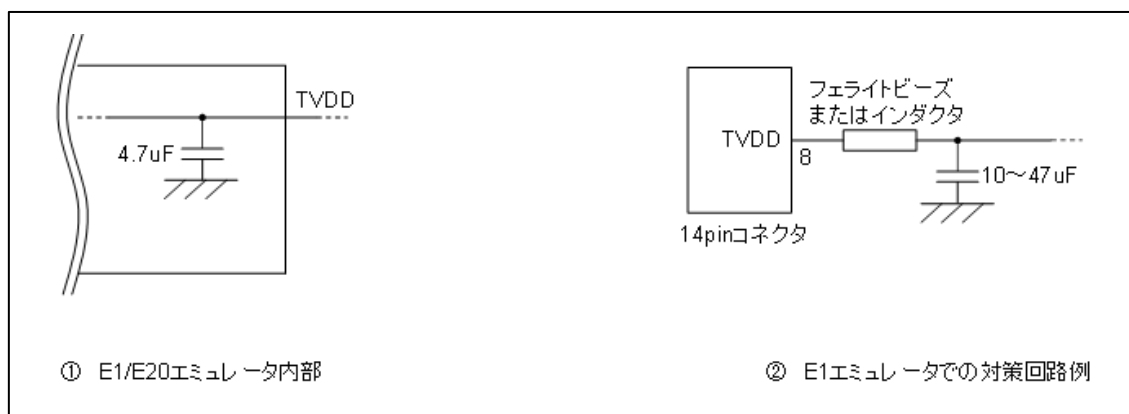

図 2-7 ホットプラグイン向け対策回路
図 2-7 ①のようにE1エミュレータの8番ピンには、エミュレータ内部で4.7 $\mu$ Fのコンデンサが付いているため、ホットプラグイン接続を行う場合はユーザシステム上の電源電圧が一瞬低下する場合があります。この電圧降下によりMCUリセットが発生する可能性があります。図 2-7 ②に示すように、エミュレータ接続コネクタのTVDDラインの直近にフェライトビーズ（またはインダクタ）と低ESRで大きめのコンデンサを付けることで症状を軽減することができますが、本対策は、電圧降下を完全に改善するものではありません。なお、ホットプラグイン接続はデバッグ時のみ有効な機能であり、本機能を使用する場合は、別売のホットプラグインアダプタが必要です。